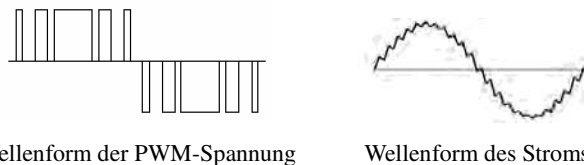
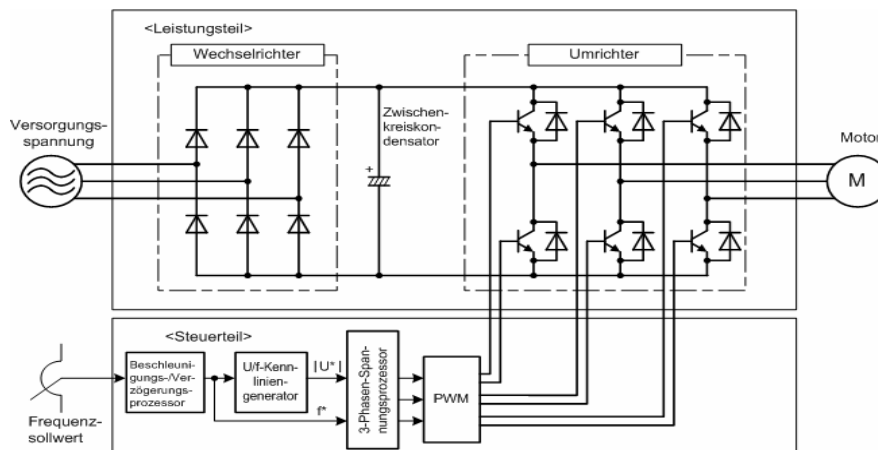

Abbildung 1.3 Wellenformen von Ausgangsspannung und Strom im Umrichter
Abbildung 1.4 Schematisches Blockdiagramm des FRENIC-Eco
Wie in Abbildung 1.4 dargestellt, wird die Versorgungsspannung mit Hilfe eines Vollweggleichrichters in Gleichstrom (GS) umgewandelt, der dann den Zwischenkreiskondensator lädt. Der Wechselrichterteil moduliert die im Zwischenkreis gespeicherte Energie durch Pulsweitenmodulation (PWM). Dieses Signal wird an den Motor geleitet. (Die PWM-Schaltfrequenz wird auch „Taktfrequenz“ genannt). Die Spannung, die am Motor anliegt, hat die in der linken Abbildung 1.3 gezeigte Form. („Wellenform der PWM-Spannung“). Sie besteht aus wechselnden Zyklen positiver und negativer Impulsfolgen. Der Motorstrom weist eine recht glatte Wellenformen auf, wie im rechten Teil der Abbildung 1.3 („Wellenform des Stroms“) dargestellt. Dies ist auf die Induktivität der Motorwicklung zurückzuführen. Die Pulsweitenmodulation wird durch die Module der Steuerlogik gesteuert. Dabei soll diese Stromwellenform so angepasst werden, dass sie so weit wie möglich eine sinusförmige Wellenform aufweist.